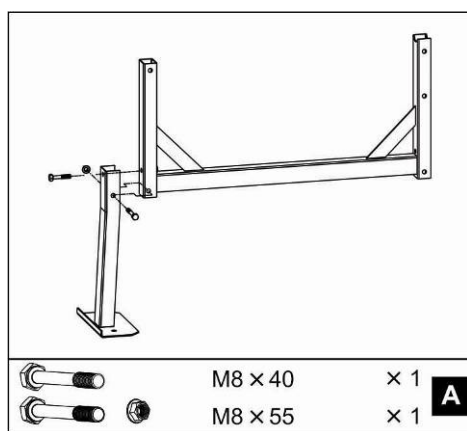

Рис. 4
Присоедините к поперечной балке (7) передний кронштейн (1) как показано на рис.4. Вставьте в отверстия два болта М8х40(БМ-63),М8х70(БМ-125,160,180,200) с шайбами и накрутите гайки с другой стороны. Также заверните болт М8х55(БМ-63),М6х30(БМ-125,160,180,200) с шайбой в гайку в раме. Затяните плотно гаечным ключом.